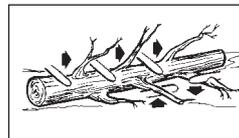

рис. 11
**ПРЕДУПРЕЖДЕНИЕ:** не ходите и не стойте перед деревом, на котором сделаны запилы. Сделайте основной пропил (D) с противоположной стороны ствола, на 3–5 см выше края запила (C) (рис. 11 B).
Обрезка сучьев — это процесс удаления с поваленного дерева веток и пр. Не отпиливайте поддерживающие сучья (A) до тех пор, пока ствол не будет распилен на брёвна (рис. 11). Натянутые ветки следует отпиливать снизу вверх во избежание защемления пилы.